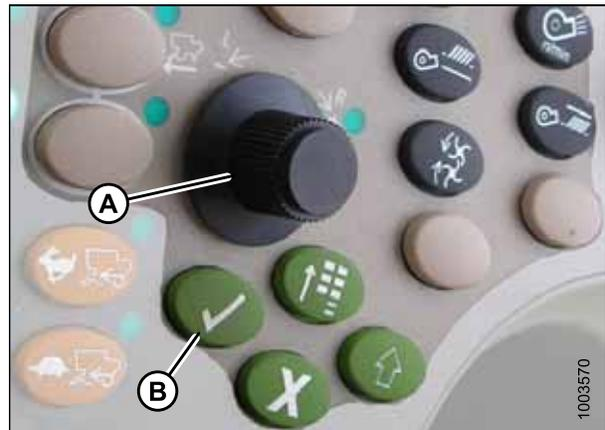

Figura 3.334: Console de controle da colheitadeira John Deere
7. Selecione PLATAFORMA na caixa (A) rolando para baixo na caixa usando o botão de rolagem e, em seguida, pressione o botão da marca de seleção (manopla e botão são exibidos na Figura 3.334, página 218).
8. Role para baixo até o ícone inferior direito que se assemelha a uma seta em um diamante (B) e pressione o botão marca de seleção para selecioná-lo.